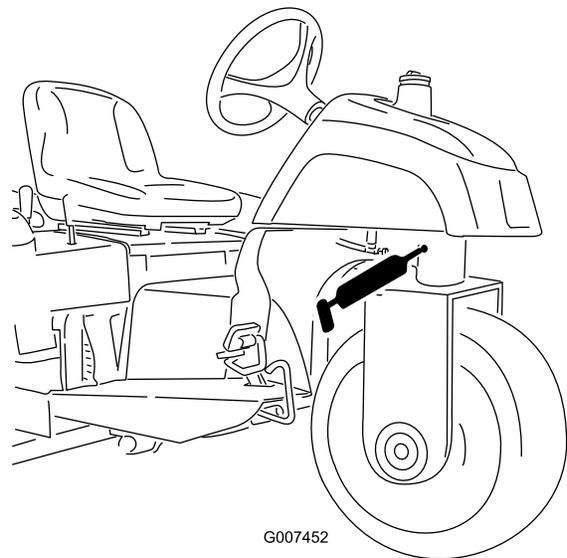

Figura 26
- perno dello sterzo (Figura 26)
**Nota:** Il raccordo piano sul perno dello sterzo (Figura 26) richiede un adattatore per l'ugello della pistola d'ingrassaggio. Ordinate il n. cat. Toro 107-1998 dal vostro distributore Toro autorizzato.